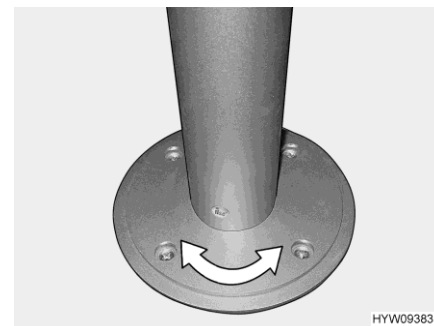

Fig. 88 Pied de table colonne (pivotant)
- Tourner le plateau de table dans la position désirée. Un certain effort est pour cela nécessaire car le plateau de table tourne dans le sens inverse de la résistance au frottement sur le pied de table colonne (Fig. 88).